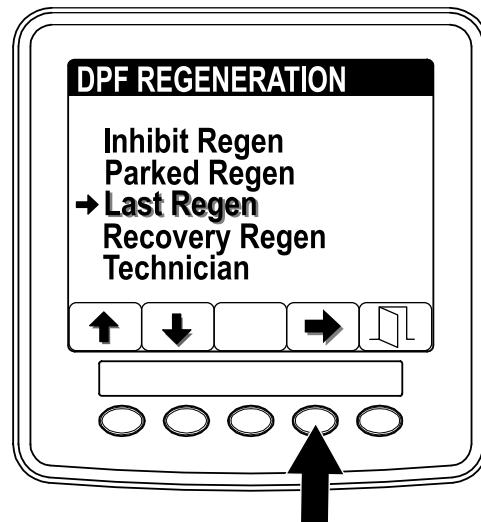

Рисунок 34
- Перейдите к меню DPF Regeneration (Регенерация DPF) и нажмите кнопку 1 или 2 для прокрутки к опции LAST REGEN (ПОСЛЕДНЯЯ РЕГЕНЕРАЦИЯ) (Рисунок 34).
- Нажмите кнопку 4 для выбора позиции Last Regen (Последняя регенерация) (Рисунок 34).